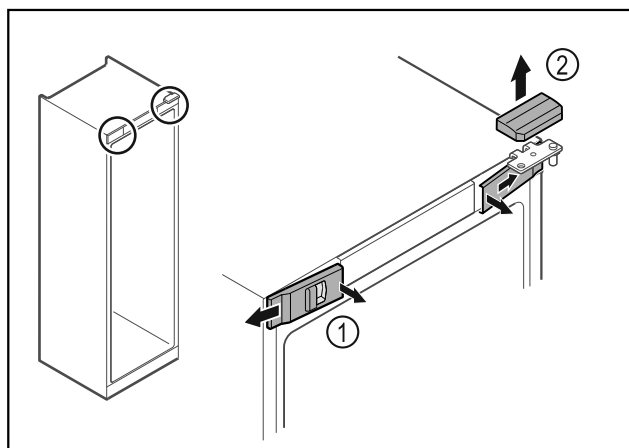

Fig. 7 *
- Spnite sprednje pokrove Fig. 7 (1) in jih odstranite proti strani.*
- Zgornji pokrov Fig. 7 (2) snemite v smeri navzgor.*